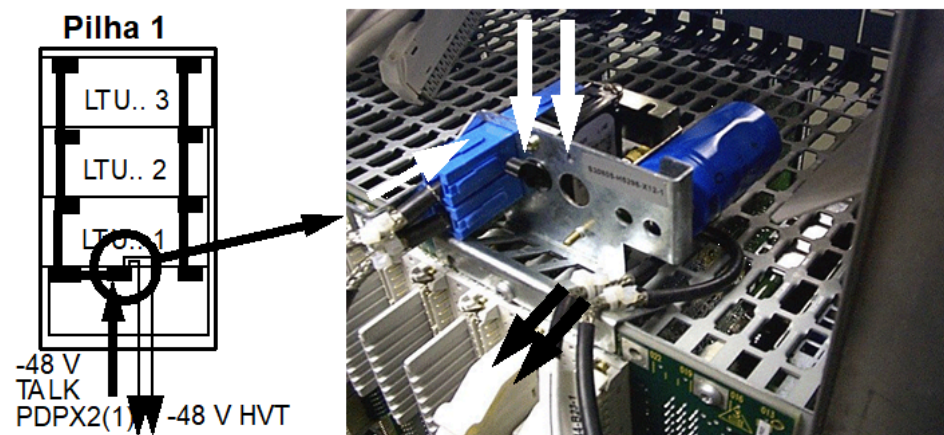

**Figura 210:** Ligações -48V redundantes entre o PDPX2 e o bastidor do módulo
- 2) No lado posterior de cada pilha, ligar respectivamente um cabo TALK –48 V e um cabo BULK –48 V (proveniente do PDPX2 (1) pilha 1/2 e do PDPX2 (2) pilha 3/4) aos acessos –48 V dos bastidores inferiores. A Tabela 18: Ligações –48-V redundantes entre o BAMX e o armário do OpenScape 4000 na página 245 e a Figura 210: Ligações -48V redundantes entre o PDPX2 e o bastidor do módulo na página 246 mostram como os cabos Bulk e Talk do BAMX devem ser ligados às caixas OpenScape 4000.